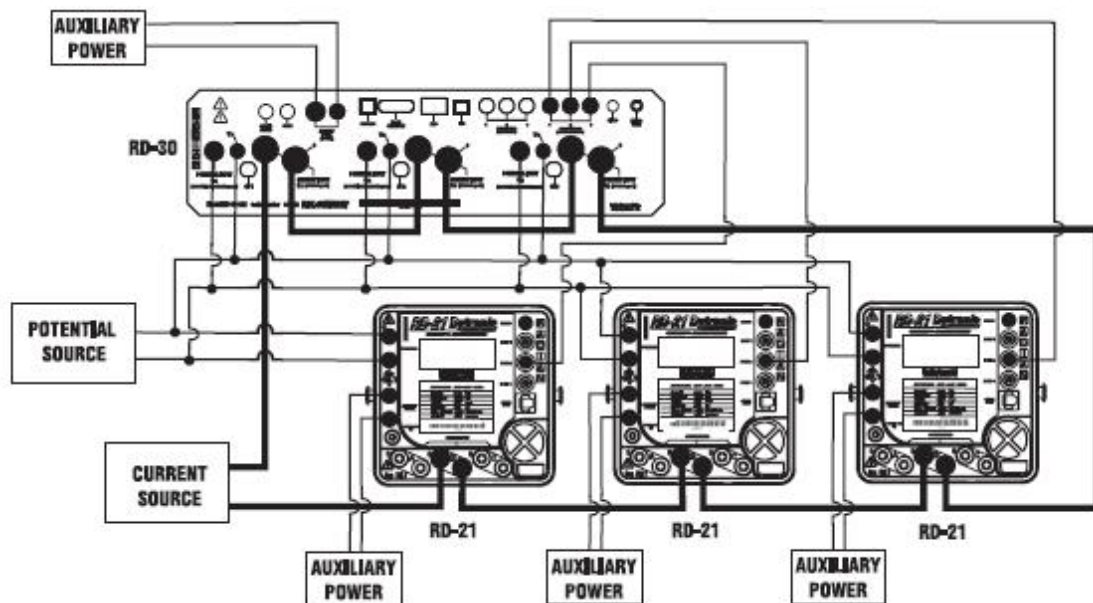

图10.5 RD-30同时测试三个标准表
**步骤一、**按“图10.5”连接好，用同一种电源对DUT（被测试设备）和RD-30供电。